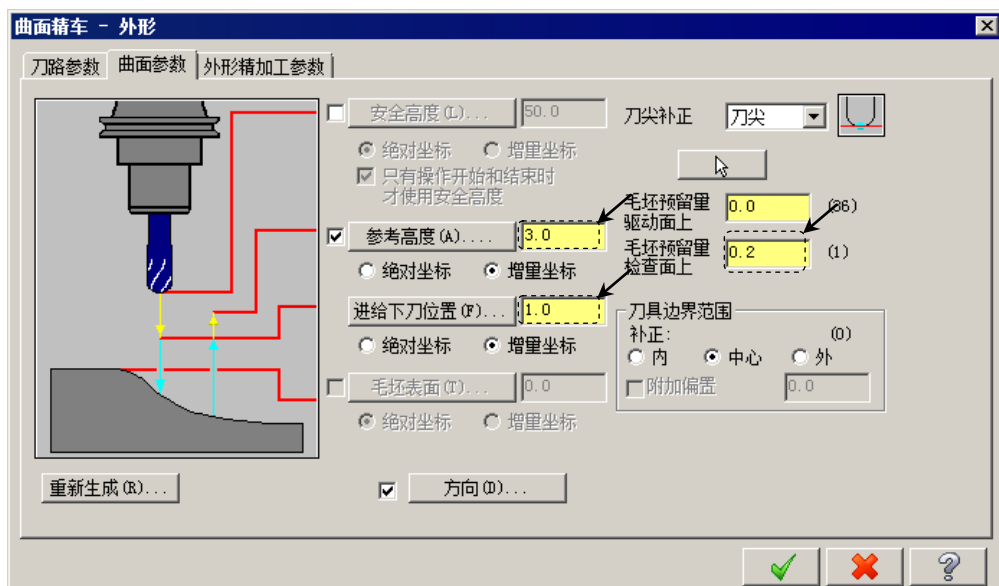

图 10.1.18 “曲面参数”选项卡
(1) 完成上步操作后，在“曲面精车-外形”对话框 **刀路参数** 选项卡的列表框中显示出上一步选择的刀具，双击该刀具，系统弹出“定义刀具”对话框。
(2) 设置刀具号。在“定义刀具”对话框的 **刀具编号** 文本框中将原有的数值改为 3。
(3) 设置刀具的加工参数。在“定义刀具”对话框的 **进给率** 文本框中输入值 200.0，在 **下切速率** 文本框中输入值 1200.0，在 **提刀速率** 文本框中输入值 1200.0，在 **主轴转速** 文本框中输入值 1500.0。
(4) 设置冷却方式。单击 **冷却液** 按钮，系统弹出“冷却液”对话框，在 **Flood** (切削液) 下拉列表中选择 **On** 选项，单击该对话框中的 **确定** 按钮，关闭“冷却液”对话框。
Step7. 设置曲面参数选项卡。在“曲面精车-外形”对话框中单击 **曲面参数** 选项卡，设置图 10.1.18 所示的参数。然后选中 **方向(D)...** 复选框，并单击 **方向(D)...** 按钮，此时系统弹出“方向”对话框，在该对话框的 **下刀长度** 文本框和 **提刀长度** 文本框中分别输入值 1.0，在“方向”对话框中单击  按钮。